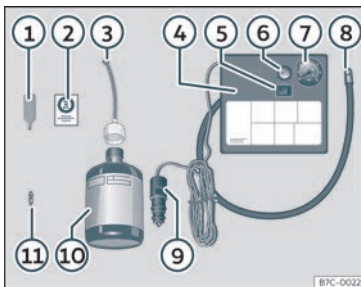

Fig. 31 Representación estándar: contido do kit antipicadas.
O kit antipicadas atópase no compartimento do maleteiro, baixo o revestimento do chan. Inclúe os seguintes compoñentes»» fig. 31:
- Desaparafuse a carapucha e o obús da válvula do pneumático. Use o dispositivo »» fig. 31 ① para extraer o obús. Póñao sobre unha superficie limpa.
- Sacuda con forza a botella de illante de pneumáticos »» fig. 31 ⑩.
- Enrosque o tubo de inflamento »» fig. 31 ③ na botella de illante. O precinto da botella romperá automaticamente.
- Retire o tapón do tubo de carga »» fig. 31 ③ e enrosque o extremo aberto do tubo na válvula do pneumático.
- Volva a colocar o obús co dispositivo »» fig. 31 ① na válvula do pneumático.
- Enrosque o tubo de inflamento do pneumático do compresor »» fig. 31 ⑧ na válvula do pneumático.
- Asegúrese de que o parafuso de evacuación de aire estea pechado »» fig. 31 ⑥.
- Acople o conector»» **fig. 31 ⑨** á toma de corrente de 12 voltios do vehículo »» páx. 149.
- Conecte o compresor de aire con conmutador ON/OFF»» **fig. 31 ⑤**.
- Pegue o adhesivo»» **fig. 31 ②** no cadro de instrumentos, dentro do campo visual do condutor.
Enrosque de novo o tubo de inflamento »» **fig. 31 ⑤** e comprobe a presión no manómetro **⑥**.